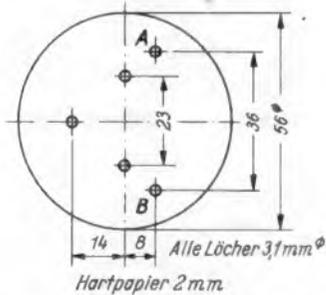
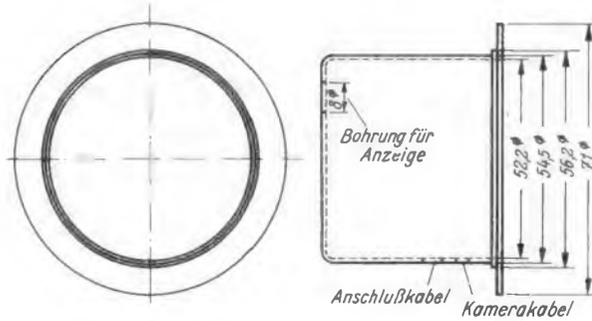
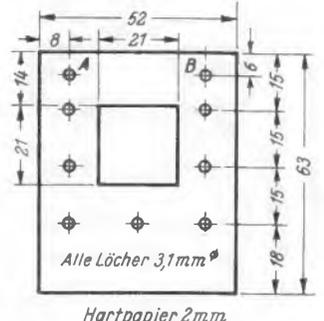

Bild 6. Runde Isolierplatte für den Reflektorteil
Bild 4. Aluminiumtopf für den Reflektorteil
Bild 5. Rechteckige Isolierplatte für den Reflektorteil
Der Reflektorteil besteht aus dem Alu-minium-Gehäuse (Bild 4) mit Schaltplatte (Bild 5 und 6) und dem Reflektor. In den Ausschnitt der Platte Bild 5 wird die Zündspule eingeklebt. Die Leitung von der Zündspule bis zur Blitzröhre muß kurz sein. An die Punkte A und B wird mit zwei Winkeln die Isolierscheibe Bild 6 festgeschraubt. In die anderen Bohrungen werden Nietlötösen eingewietet, an denen
Beim Zusammenbau kommt die isolier-scheibe Bild 6 in den eingedrückten Ring des Topfes Bild 4 zu liegen. Sie wird dann beim Verschrauben mit dem Reflektor festgehalten. Zum Schutze der Röhre wird empfohlen, vor dem Reflektor eine Plexiglasscheibe mit zwei Winkeln an-zuschrauben.
- 1 Reflektortopf Bild 4¹⁾
- 2 Isolierscheiben Bild 5 u. 6¹⁾